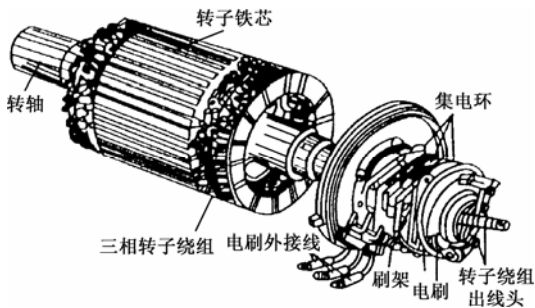
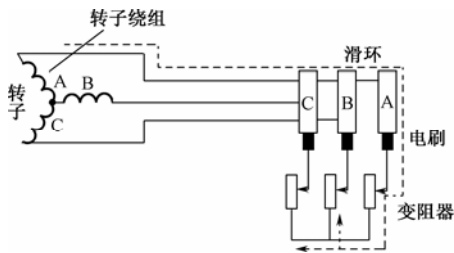

图 8-11 线绕式绕组
图 8-12 按星形连接的线绕式绕组
① **定子铁芯**。定子铁芯通常是由很多圆环状的硅钢片叠合在一起组成的,这些硅钢片中间开有很多小槽,用于嵌入定子绕组(也称定子线圈),硅钢片上涂有绝缘层,使叠片之间绝缘。
② **定子绕组**。它通常是由涂有绝缘漆的铜线绕制而成的,再将绕制好的铜线按一定的规律嵌入定子铁芯的小槽内,具体见图 8-11 放大部分所示。绕组嵌入小槽后,按一定的方法将
线绕式绕组如图 8-11 所示,它是在转子铁芯中按一定的规律嵌入用绝缘导线绕制好的线圈,然后将线圈按三角形或星形接法接好,大多数按星形方式接线,如图 8-12 所示。线圈接好后引出三根相线,通过转轴内孔接到转轴的三个铜制集电环(又称滑环)上。集电环随转轴一起运转,集电环与固定不动的电刷摩擦接触,而电刷通过导线与变阻器连接,这样转子绕组产生的电流通过集电环、电刷、变阻器构成回路。调节变阻器可以改变转子绕组回路的电阻,从而改变绕组的电流,从而调节转子的转速。
三相异步电动机的定子绕组由 U、V、W 三相线圈组成，这三相线圈有 6 个接线端，它们与接线盒的 6 个接线柱连接，接线盒如图 8-12 所示。在接线盒上，可以通过将不同的接线柱短接来将定子绕组接成星形接法或三角形接法。三相异步电动机的定子绕组接线方式说明见表 8-1。